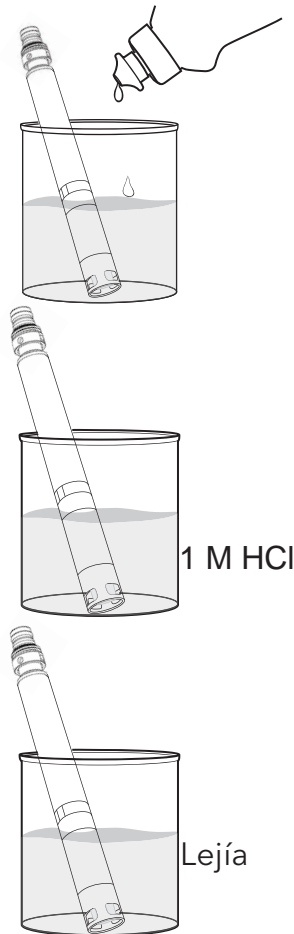

Figura 70 Mantenimiento del sensor de pH y pH/ORP
1. Quite el sensor del cabezal y sumérgalo de 10 a 15 minutos en una solución suave de agua limpia y detergente para platos (Figura 70).